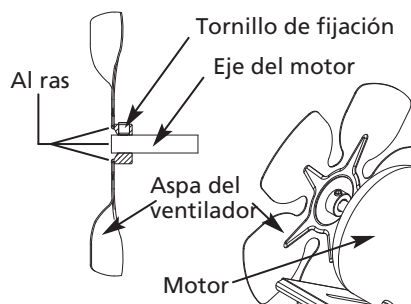

Figura 15 – Conjunto del Ventilador
- Gire el adaptador de boquilla 1/8 de giro (45°) en dirección contraria a las manecillas del reloj y jale hacia el motor para retirar. (Consulte la figura 15)